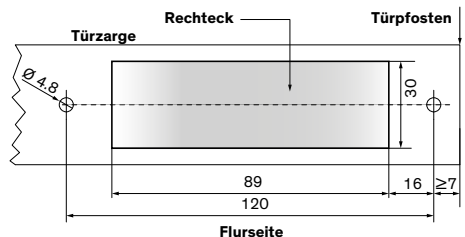

Abb. 22: Schablone (Bohren und Ausschneiden)
2. Im Abstand von 120 mm (Abstand von Bohrloch zu Bohrloch) zwei Löcher von 4.8 mm für den vormontierten Sensor in die Türzarge bohren (Abb. 22).